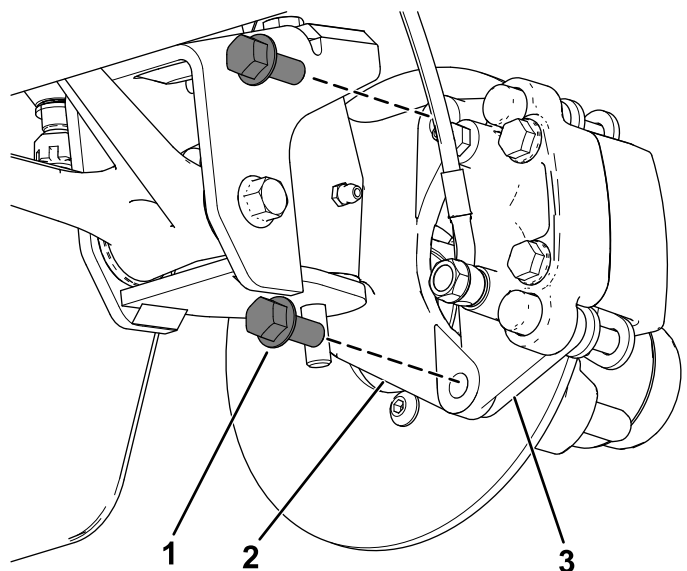
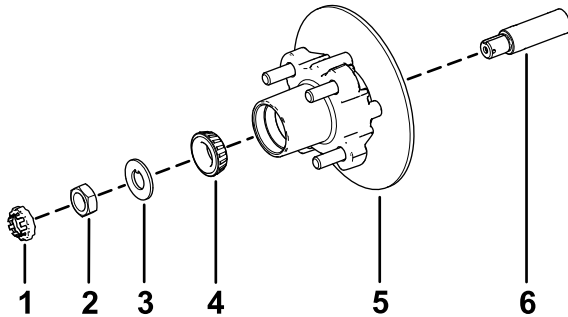

Figura 38
Figura 42
3. Retire os parafusos de cabeça flangeada ($\frac{3}{8} \times \frac{3}{4}$ pol.) que prendem o suporte para o conjunto dos travões ao eixo e afaste o travão do eixo (Figura 38).
1. Aplique uma leve camada do lubrificante especificado no eixo (Figura 42).
2. Monte o cubo e o rotor no eixo com o rotor interior (Figura 42).
3. Monte o rolamento exterior no eixo e coloque o rolamento na correia exterior (Figura 42).
4. Monte a anilha com patilha no eixo (Figura 42).
5. Enrosque a porca do eixo no eixo e aperte a porca com 15 N·m, enquanto roda o cubo para assentar o rolamento (Figura 42).
2. Alinhe as pastilhas dos travões com cada lado do rotor (Figura 38) e os orifícios no suporte da pinça com os orifícios na montagem dos travões da estrutura do eixo (Figura 42).
3. Prenda o suporte da pinça à estrutura do eixo (Figura 38) utilizando os dois parafusos de cabeça flangeada ($\frac{3}{8} \times \frac{3}{4}$ pol.)